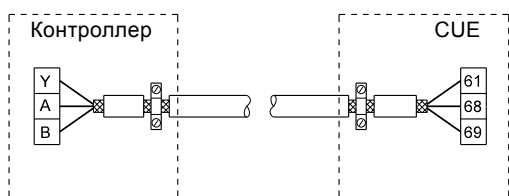
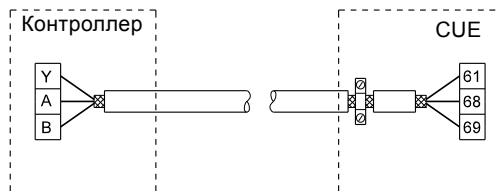

Рис. 21 Пример подключения 3-жильного кабеля с экраном, подсоединённым с двух сторон
Рис. 22 Пример подключения 3-жильного кабеля с экраном, подсоединённым к преобразователю частоты CUE (контроллер без кабельных зажимов)
- Заземляйте экран кабеля на корпус с обеих сторон как для электродвигателя, так и для сигнальных кабелей. См. рис. 21. Если на контроллере отсутствуют кабельные зажимы, подключайте экран только к преобразователю частоты CUE. См. рис. 22.